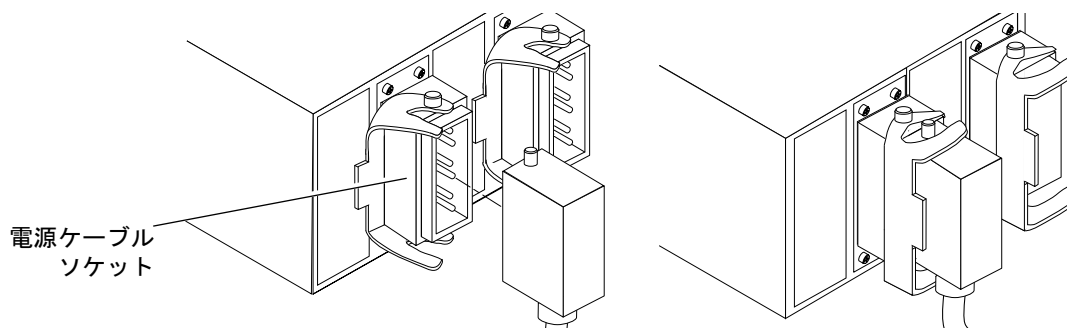

図 3-13 RTUアセンブリへの電源ケーブルの接続
7. 電源ケーブルをRTSモジュールに接続し、ロックレバーでコネクタをロックします(図3-13)。